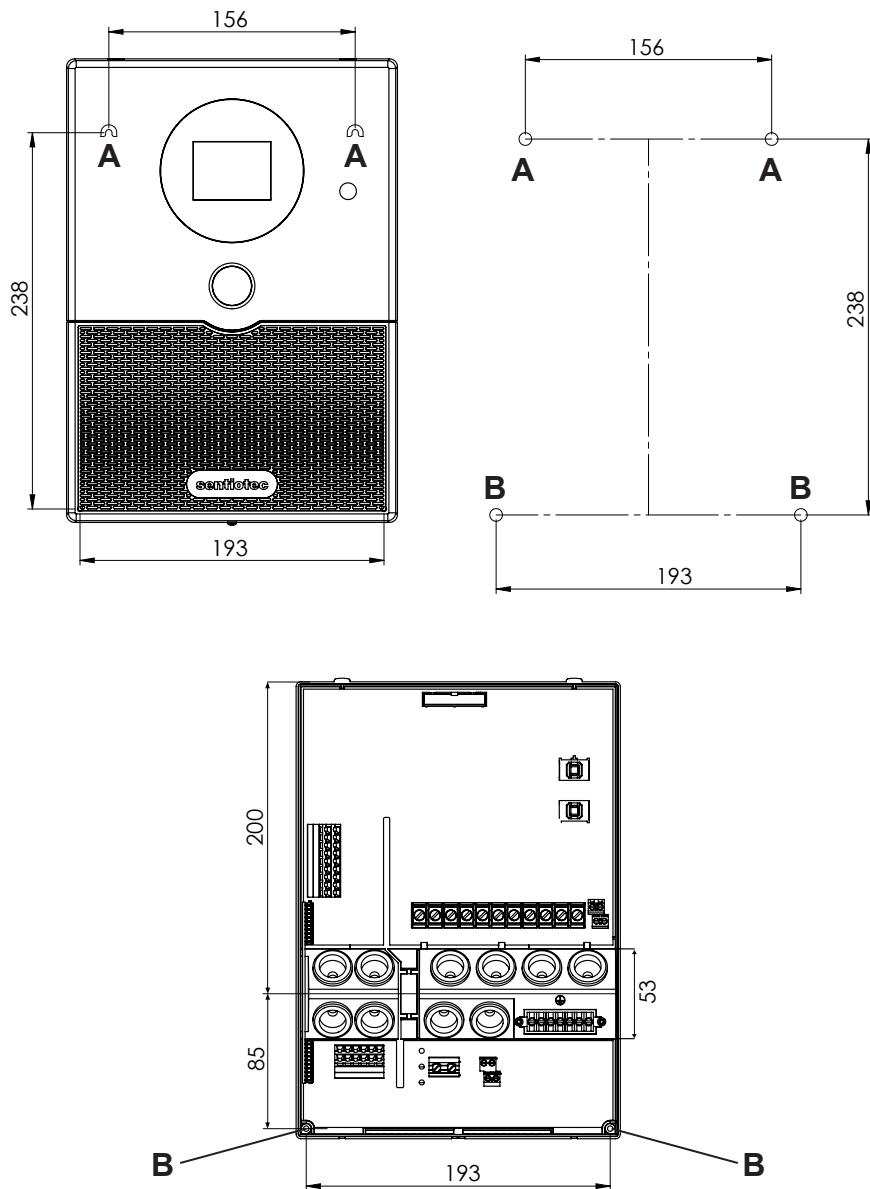

Fig. 1 Position du dispositif de suspension et des ouvertures de montage (mesures en mm)
1. Vissez deux vis pour aggloméré (3 x 25 mm) à une hauteur d'environ 1,70 m jusqu'à obtenir un écartement de 7 mm dans la paroi du sauna. L'espace entre les deux vis doit être de 156 mm (voir Fig. 1).
4. Accrochez la commande de sauna à l'aide du dispositif de suspension **A** aux vis cruciformes montées (voir **Fig. 1**).
5. Vissez deux vis pour aggloméré (3 x 25 mm) dans les ouvertures de fixation inférieures **B** (voir **Fig. 1**).